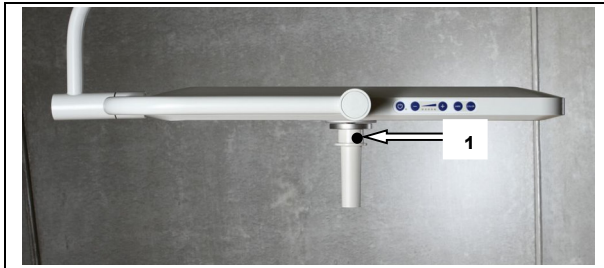

Bild 14: Sterilgriff loslösen
1. Den Knopf (Bild 14/1) am Sterilgriff drücken.